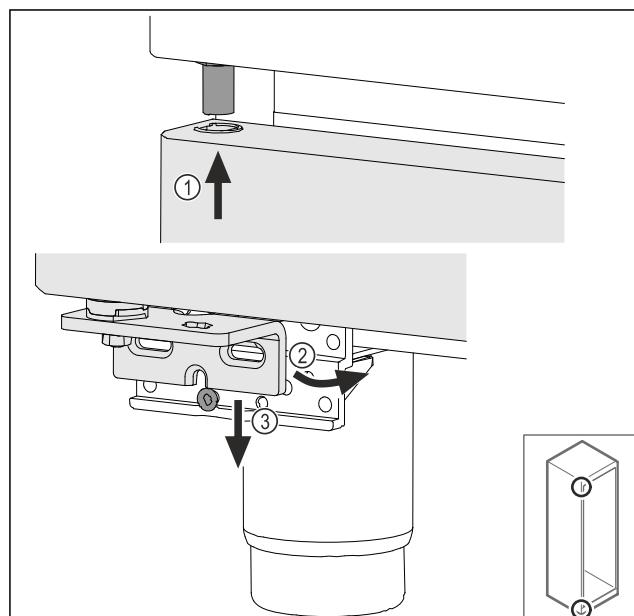

Fig. 47
- ▶ Περάστε επάνω την πόρτα υπό ελαφρά κλίση Fig. 47 (1), ευθυγραμμίστε την πόρτα Fig. 47 (2) και τοποθετήστε την κάτω στη βίδα του στηρίγματος Fig. 47 (3).